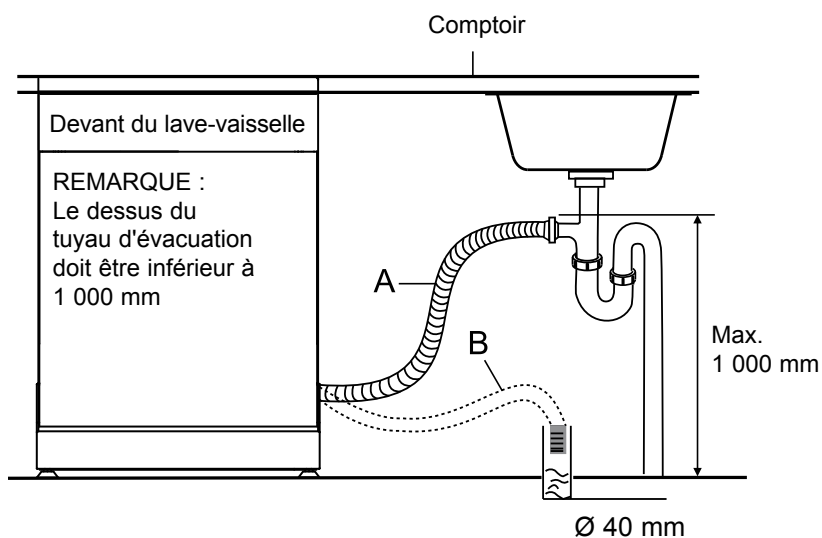

Figure 10
5. S'il n'existe pas de coupure antirefoulement, assurez-vous de suspendre le centre du puits du tuyau d'évacuation bien au-dessus de la base de l'armoire sous l'évier pour empêcher un refoulement (consultez la Figure 10 à la page suivante).